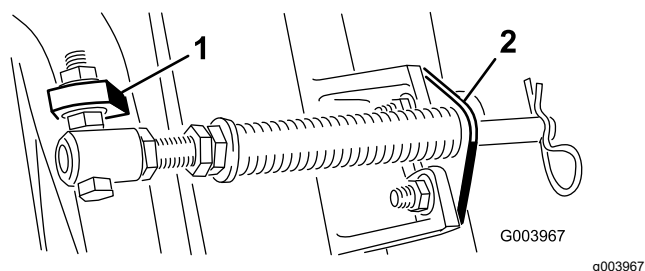

Рисунок 5
- D. Присоедините кронштейн штока к выступам режущих блоков с помощью каретных болтов и гаек (**Рисунок 5**).